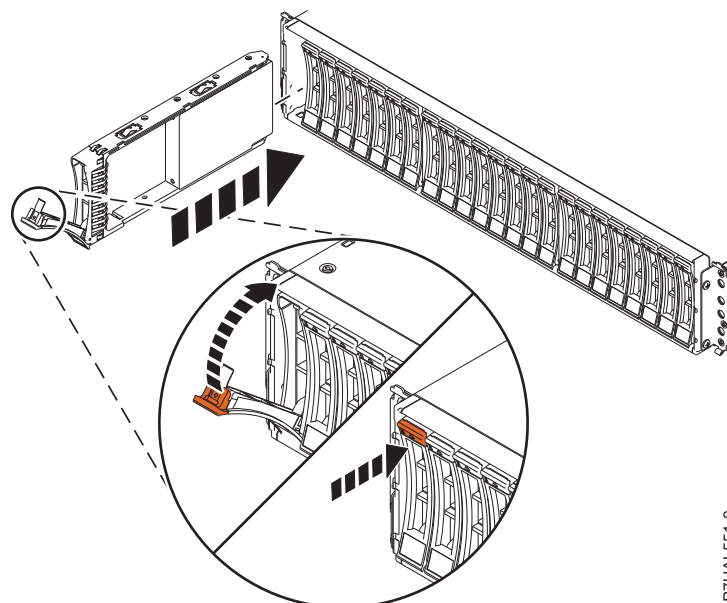

図 34. ディスク・ドライブ・エンクロージャーへのディスク・ドライブの取り付け
2. ハンドルがロック解除位置になっている状態で、ディスク・ドライブの底部を支えながら、ディスク・ドライブをディスク・ドライブ・エンクロージャーのガイド・レールと位置合わせします。例については、35 ページの図 34 を参照してください。